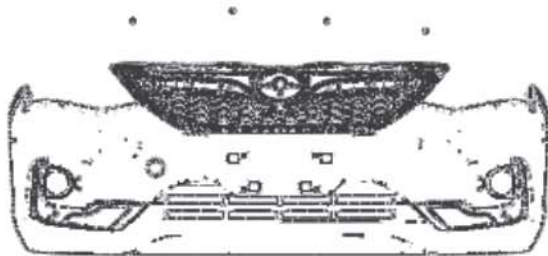

图 2-2 前格栅安装点的拆卸
(1) 拆下安装在格栅上与水箱上横梁的 2 个六角头螺栓和 2 个子母扣，如图 2-2 所示；